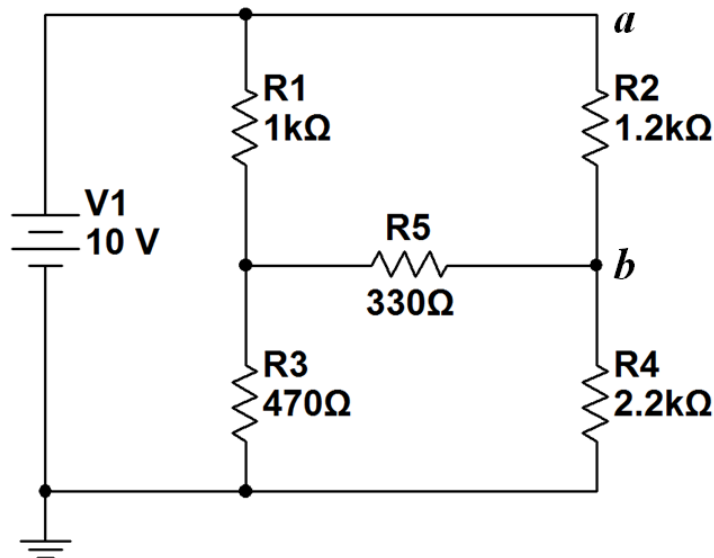

Figura 9: Circuito con un solo resistor.
1. Del circuito mostrado en la figura 9, calcule los datos faltantes, realizar los cálculos empleando el editor de ecuaciones de Word y agregarlos en la sección correspondiente.